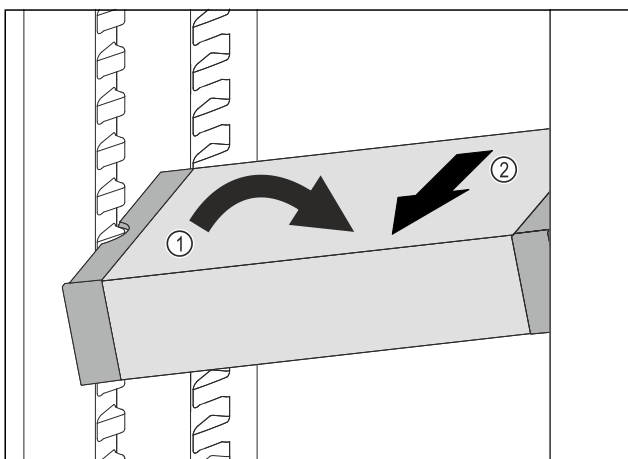

Fig. 160
- Incliner le VarioSafe dans la partie réfrigérateur. Fig. 160 (1)
- Sortir le tiroir VarioSafe par l'avant. Fig. 160 (2)